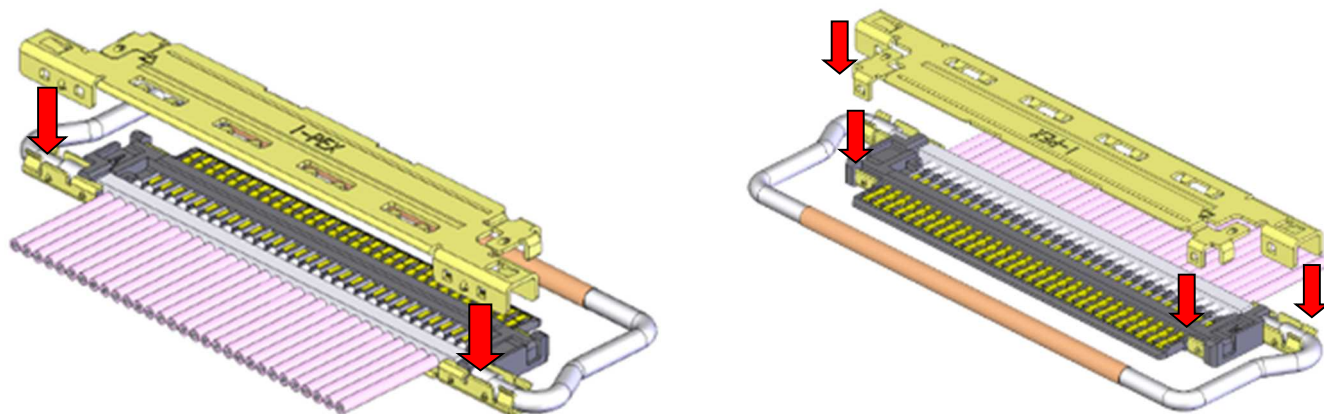

Fig.6 Assembly of SHELL-A
① Fig.6 の様に SHELL-A を HOUSING ASS'Y の上側から組み付ける。